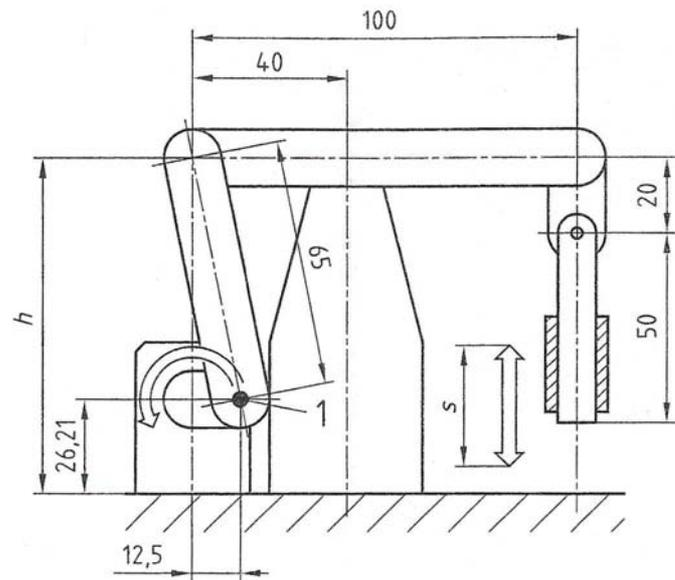

Abb.1: Drehachsen und Gelenkpunkte
- 11)a) Kennzeichne in Abb.1 die in der Lage unveränderlichen Drehachsen mit einem Punkt und einem Buchstaben „D“
- 13) Berechne den Abstand h (Abb.1) zwischen der Grundfläche und dem mittleren Lagerpunkt des Kipphebels.